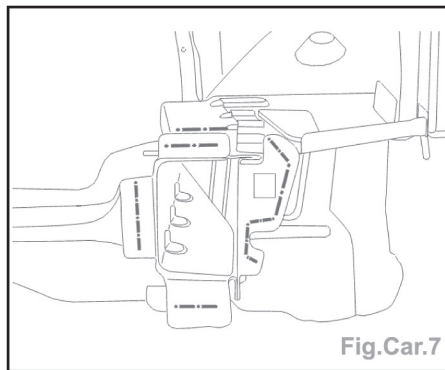

Fig.Car.7
- Préparer les bords d'accostage (Fig.Car.7).